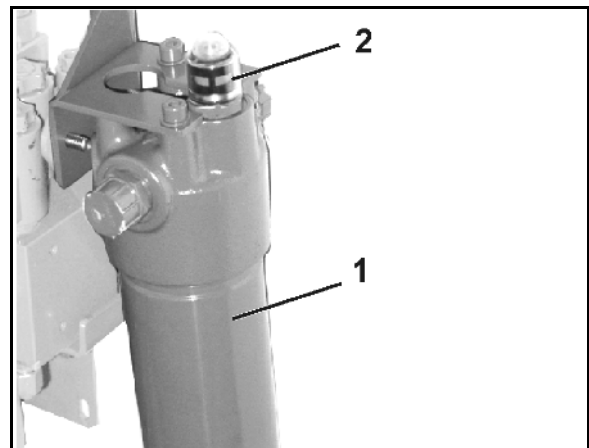

Bild 97
1. Lossa smörjnippeln (Bild 97/1) i ledgaffeln (Bild 97/2) på kraftöverföringsaxeln – genom öppningen på undersidan av skyddstratten.
2. Skruva loss brytbulten (Bild 97/4) mellan kraftöverföringsaxelns gaffelfläns (Bild 97/3) och kragen på växellådans ingående axel.